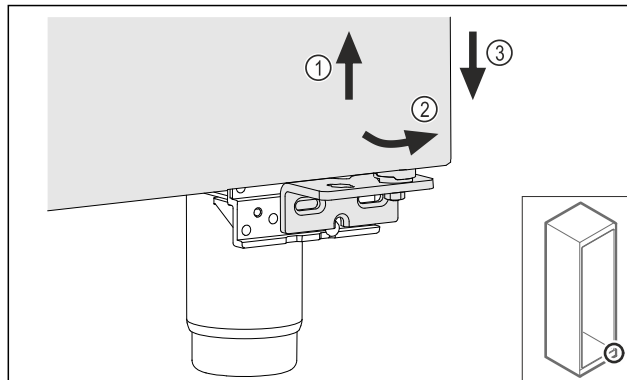

Fig. 16
- ▶ Unieść lekko drzwi Fig. 16 (1), dół przechylić do przodu Fig. 16 (2) i opuścić Fig. 16 (3).